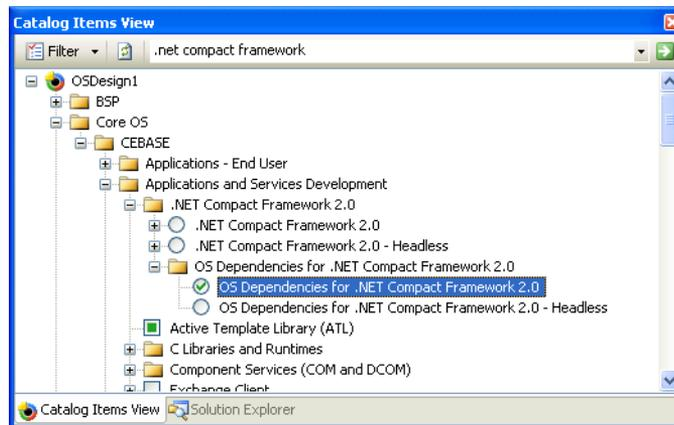

Abbildung 1.11 Hinzufügen des Katalogelements **OS Dependencies for .NET Compact Framework Catalog Item** zum OS Design
7. Verwenden Sie das Suchfeature, um den Container **OS Dependencies for .NET Compact Framework 2.0** anzuzeigen. Überprüfen Sie, ob das Katalogelement **OS Dependencies for .NET Compact Framework 2.0** im OS Design einbezogen ist (siehe Abbildung 1.11).